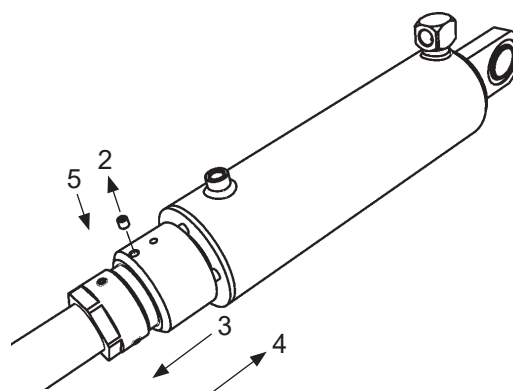

Bild 50. Anslag och dess låsskruv
2. Lossa anslagets låsskruv (2). Skruva anslaget helt tillbaka i riktning mot lyftbryggan (3). Bild 50.
4. Justera anslaget helt mot cylinderns topp (4). Bild 50.
5. Drag fast låsskruv i anslaget (5). Bild 50.